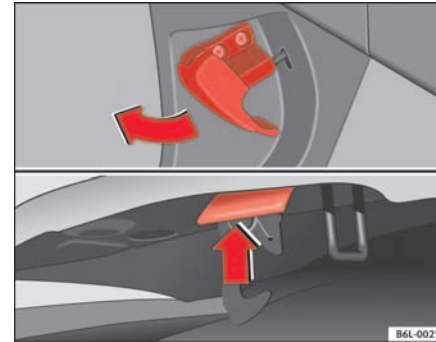

Abb. 118 Ausschnitt aus dem Fußraum auf der Fahrerseite: Entriegelungshebel für die Motorraumklappe. Riegel der Motorraumklappe.
- Ziehen Sie den Hebel unter der Instrumententafel ⇒ **Abb. 118** in Pfeilrichtung. Die Motorraumklappe wird durch Federwirkung entriegelt ⇒ **⚠**.